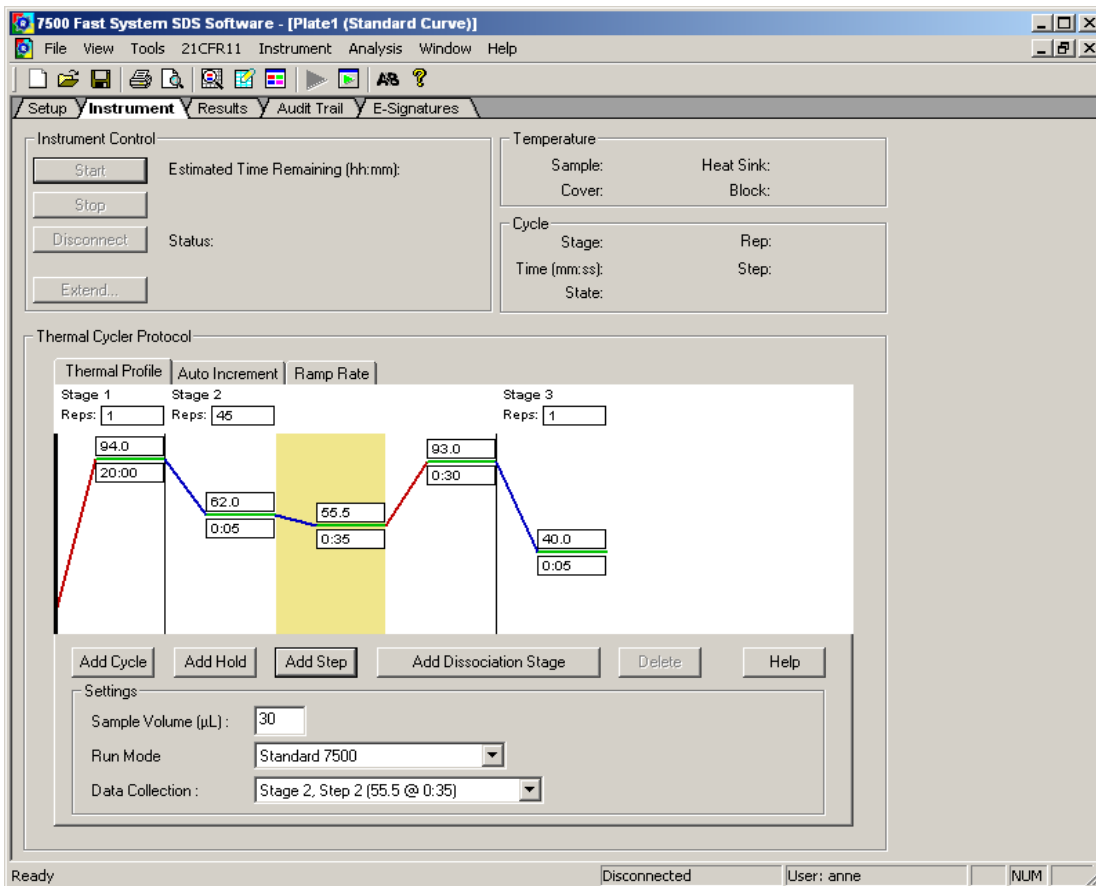

Abbildung 1: „Screenshot“ nach dem Erstellen des PCR-Programms.
- Überprüfen Sie die Einstellungen für das Thermal Cycler Protokoll mit den in Tabelle 6 angegebenen Werten (siehe Abbildung 1).